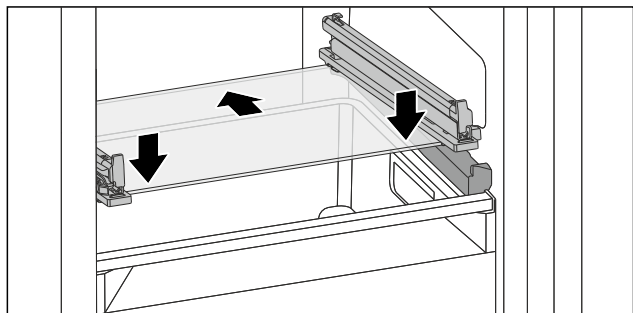

Fig. 105 可倾斜抽屉的玻璃隔板
- ▶ 将玻璃隔板斜放在止动器后面。(参见 Fig. 105)